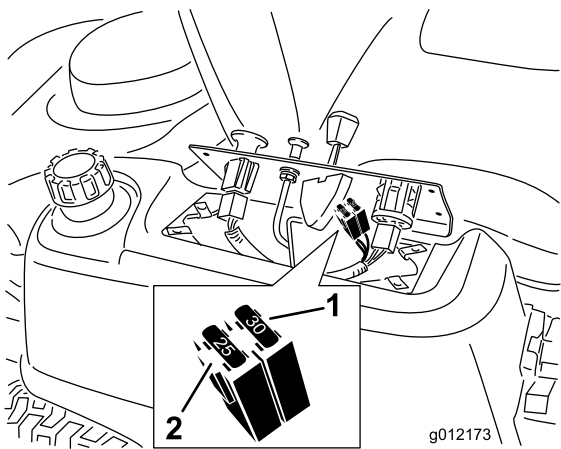

Figura 38
- Levante el panel de control para tener acceso al arnés de cables principal y al bloque de fusibles (Figura 38).
- Para cambiar un fusible, tire del fusible para retirarlo (Figura 38).